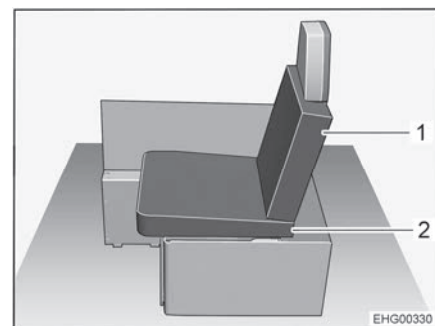

Fig. 41 Dopo la trasformazione
- Collocare uno dei cuscini del divano sinistro come cuscino (Fig. 41,2) sulla cassapanca. Prestare attenzione alla forma a cuneo del cuscino: il cuscino deve essere inclinato leggermente verso lo schienale (vedere Fig. 41).
- Collocare uno dei cuscini aggiuntivi come cuscino dello schienale (Fig. 41,1) sullo schienale del sedile installabile.